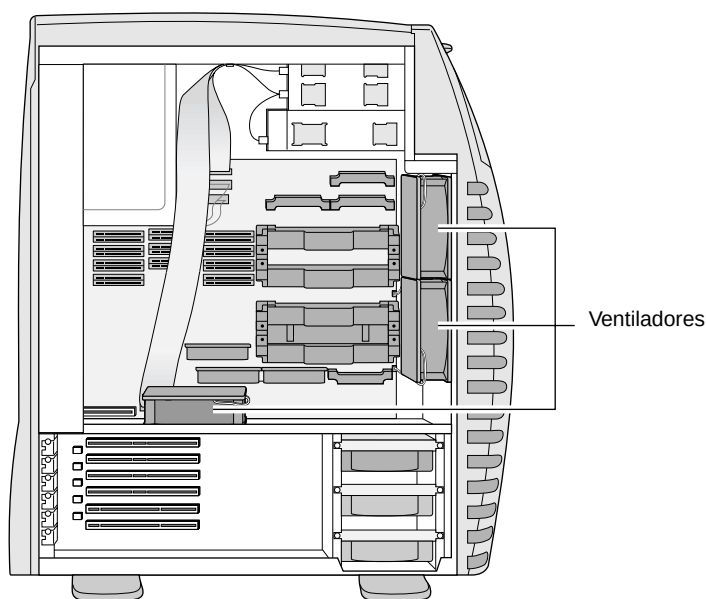

Figura 7-10 Localizando os ventiladores
6. Localize o ventilador a ser substituído. Veja a Figura 7-10.